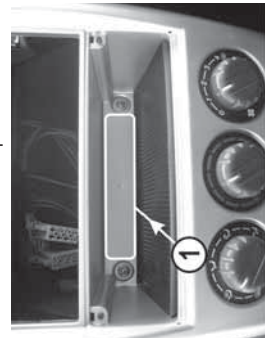

Рис.4 Расположение отверстия
3.1.5 В задней стенке (поз.1, рис.4) отсека "OPEN" сделать отверстие с минимальным диаметром 13 мм.